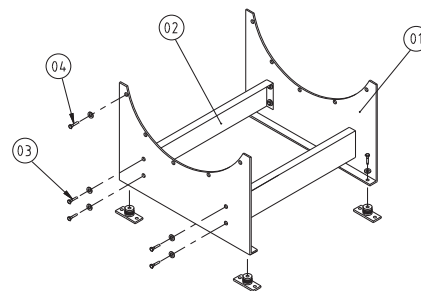

Fig. 5.
De montagevoeten voor type ACN/ACW/ARN bestaan uit 2 montageplaten (fig. 5, pos. 01).